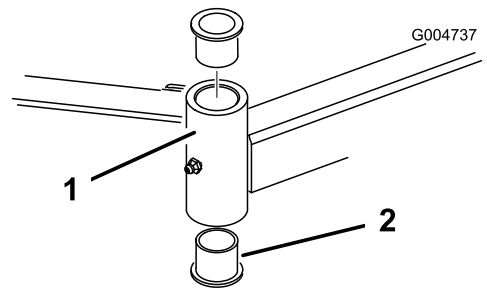

Figure 110
4. Insérez un chasse-goupille dans le haut ou le bas du tube de montage et chassez la bague hors du tube (Figure 110).